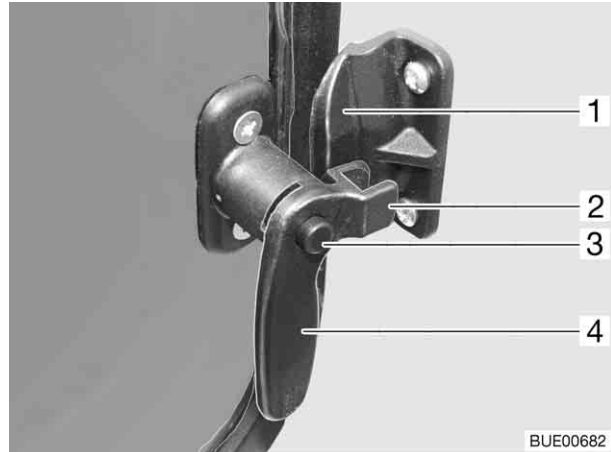

Fig. 20 Fenêtre porte cellule, levier de verrouillage fermé
- Enfoncer le bouton de sûreté (Fig. 20,3) et le maintenir enfoncé.
- Tourner le levier de verrouillage (Fig. 20,4) vers le centre de la fenêtre.
- Tourner le levier de verrouillage (Fig. 20,4) vers le cadre de la fenêtre. La fourche (Fig. 20,2) du levier de verrouillage repose complètement sur le côté intérieur du verrouillage de fenêtre (Fig. 20,1).